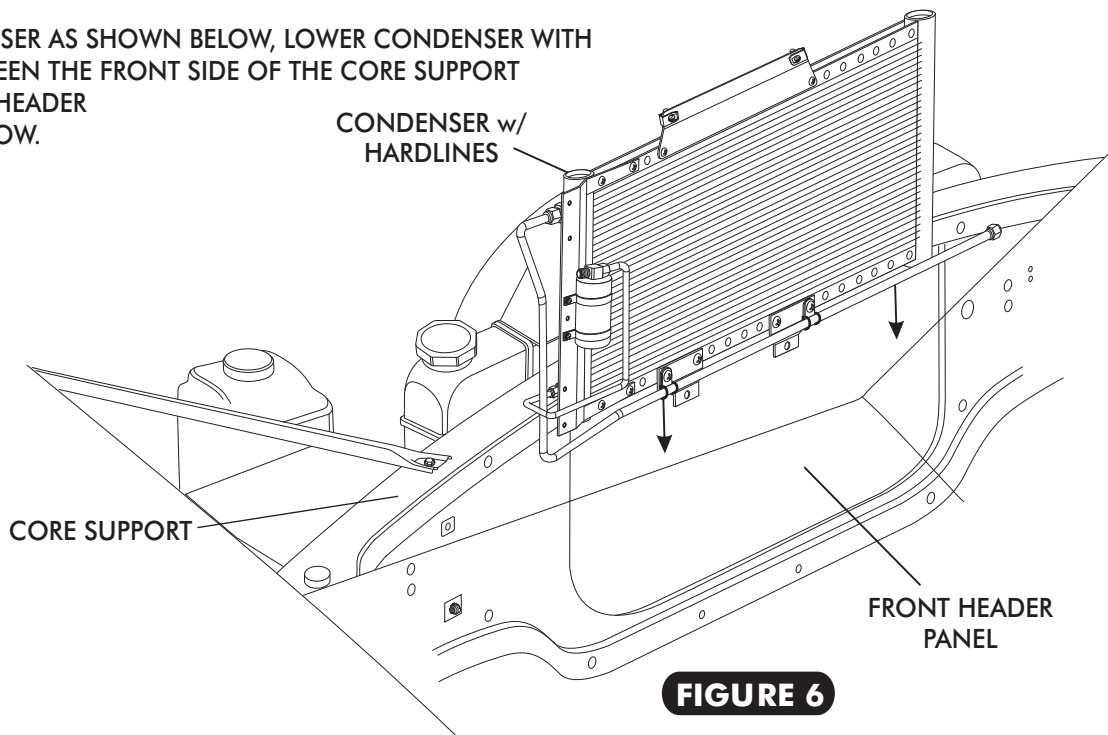

FIGURE 6
- INSTALL CONDENSER AS SHOWN BELOW, LOWER CONDENSER WITH HARDLINES BETWEEN THE FRONT SIDE OF THE CORE SUPPORT AND THE FRONT HEADER SEE FIGURE 6 BELOW.